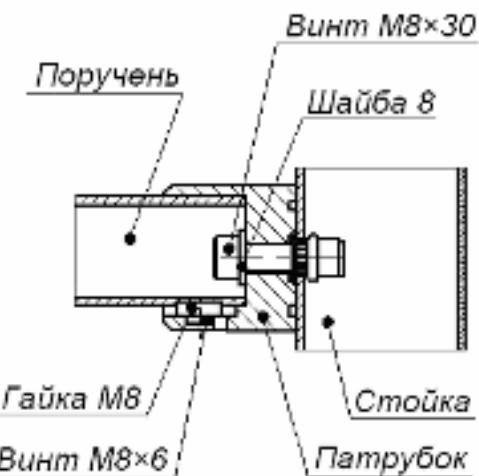

Рисунок 9. Схема крепления поручней к вертикальным стойкам с использованием прямого патрубка типа PERCo-BH02 0-10
2. На обеих стойках секции закрепите винтами M8×30 по два патрубка для крепления поручней (см. рис. 9, 10). Винты входят в комплект поставки патрубков.